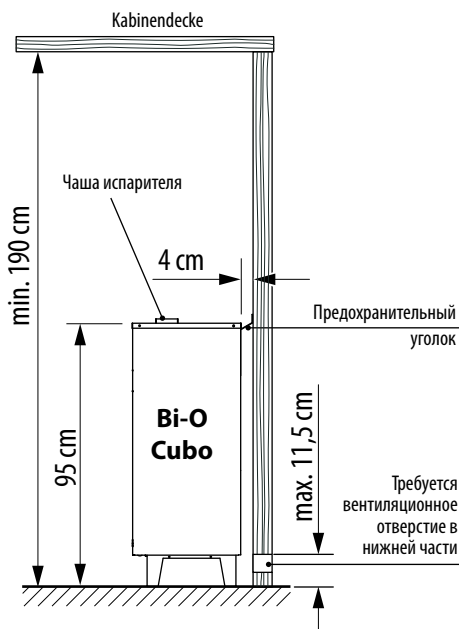

Рис. 1
- Минимальная высота кабины должна составлять 1,90 м. (рис. 1)
Рис. 1а
Рис. 1б
Рис. 1д